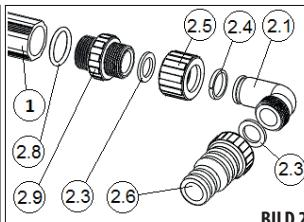
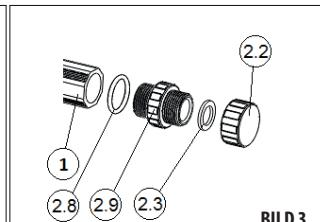

BILD 2
BILD 3
- 1) Montera solfångaren. Skruva fast övergångsrören (2.9) med sina O-ringar i silikon (2.8) på solfångarens rör.VI REKOMMENDERÄR ATT ETT TUNT LÄGER SMÖRMEDEL STRYKS PÅ SOLFÅNGARRÖRENS FRAMRE TÄTNINGSYTA(1) FÖR ATT PÅ SÅ SÄTT UNDVIKA EVENTUELLA LÄCKAGE. Skruva fast slanhuller på övergångarna (BILD 2) och pluggar (BILD 3). I ett av solfångarörren finns en bussning, i det röret ska slanhullar användas, på det andra röret monteras pluggar.